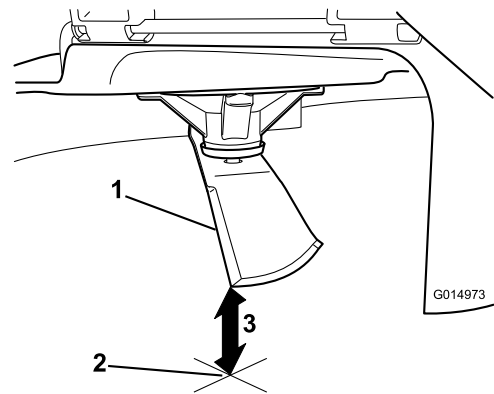

Figura 106
5. Mida desde la punta de la cuchilla hasta la superficie plana (**Figura 106**).